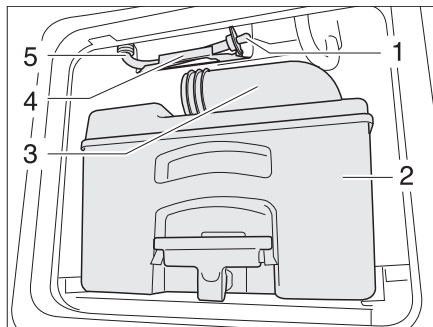

Fig. 268 Tubo de desagüe del depósito de agua del inodoro
- Vaciar el cassette (Fig. 268,2) en una estación de evacuación autorizada para ello y limpiarlo.
- Dejar el tubo de vaciado (Fig. 268,3) abierto.
- Sacar el tubo de desagüe (Fig. 268,5) de la sujeción (Fig. 268,4).
- Sacar el tapón de desagüe (Fig. 268,1) y dejar que salga el agua residual.